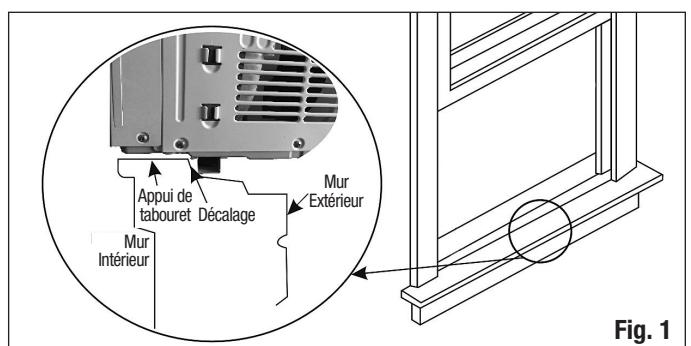

Fig. 1
3. Le châssis inférieur (la partie inférieure de la fenêtre qui monte et descend) doit permettre un dégagement vertical de 14,5" pour le modèle 292853, ou de 16" pour le modèle 293069, & 292854 ouvert. (Fig. 1).